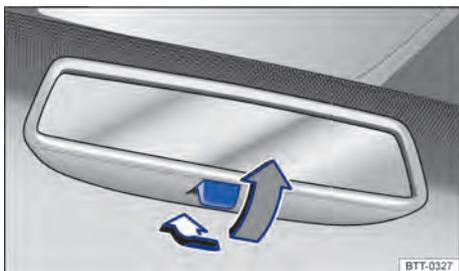

Fig. 90 No para-brisa: espelho retrovisor interno com antiofuscante manual.
- Para evitar o ofuscamento, puxar a alavanca para trás \Rightarrow Fig. 90.